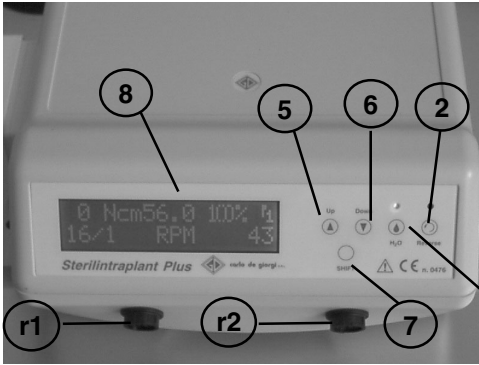

Fig. 6
El aparato cuenta en la parte frontal con los siguientes elementos de mando (fig. 6):
- 3) seleccionar el número del programa elegido posicionando el cursor mediante el botón "shift" (7 de fig. 6) en el campo 1 de figura 8 y operando a continuación con los botones "Up •" y "Down •" hasta obtener el número del programa preferido;
Para modificar un programa (véanse figs. 6 y 8), situarse con el cursor en el campo "n° programa" y seleccionar, mediante "Up •" y "Down •" "+", el número del primer programa libre o no utilizado.